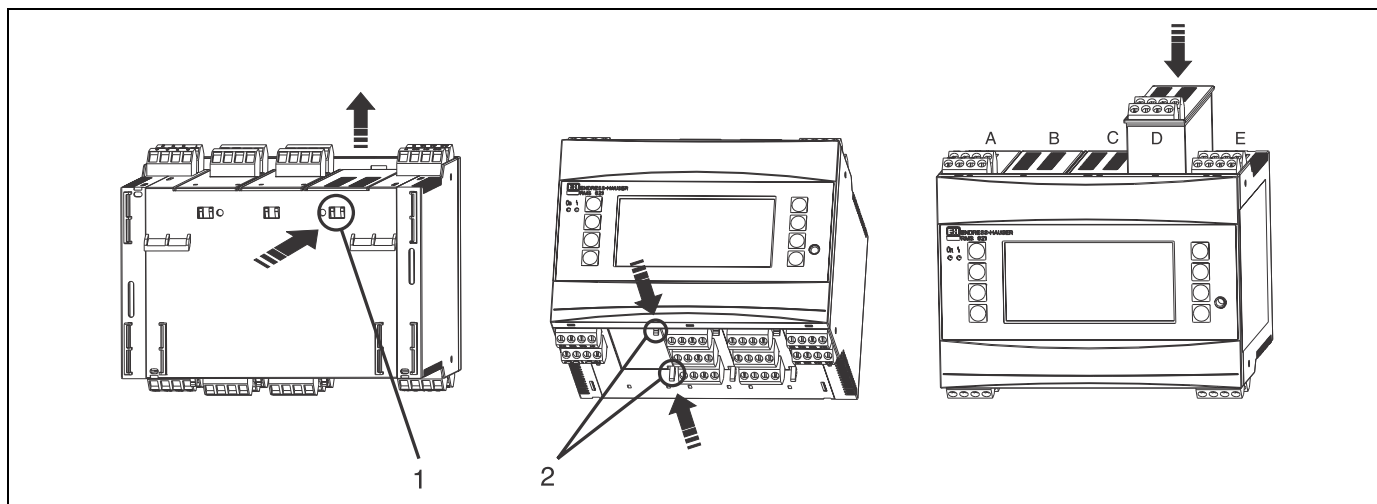

Fig. 5: Montage d'une carte d'extension (exemple)
L'appareil peut être équipé avec diverses cartes d'extension. Trois emplacements au maximum sont disponibles dans l'appareil. Les emplacements des cartes d'extension sont marqués sur l'appareil par B, C et D (→ fig. 5).
2. Enlever le cache aveugle de l'emplacement concerné (B, C ou D) sur l'appareil de base, en pressant ensemble les taquets situés sur la partie inférieure du calculateur d'énergie (voir fig. 5, Pos. 2) ; simultanément presser le taquet sur la partie inférieure du boîtier (p. ex. à l'aide d'un tournevis) vers l'intérieur (voir fig. 5, Pos. 1) et retirer le cache aveugle par le haut.
3. Insérer la carte d'extension par le haut dans l'appareil de base. Lorsque les taquets situés sur la face inférieure et la face arrière de l'appareil sont encliquetés (voir fig. 5, Pos. 1 et 2), la carte d'extension est correctement mise en place. Veiller à ce que les bornes d'entrée de la carte d'extension soient situées en haut et les bornes de raccordement orientées vers l'avant, comme sur l'appareil de base.